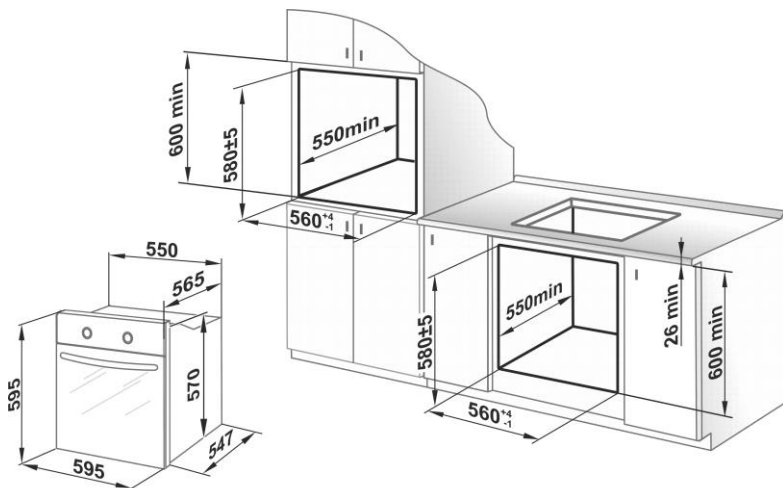

Рис. 1. Размеры для установки жарочного шкафа в мебель.
- 2) Жарочный шкаф встраивается в напольную тумбу или пенал кухонного гарнитура, в которых имеется ниша с размерами указанными на рис.1 (при этом задняя стенка гарнитура должна отсутствовать).